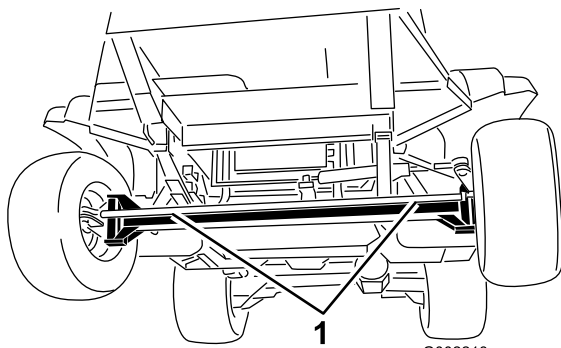
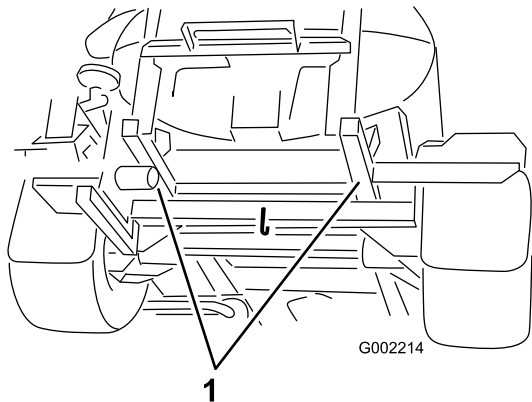

Figura 28
Figura 29
2. Conecte un cable de remolque al bastidor. Consulte los puntos de remolcado delanteros y traseros en Figura 28 y Figura 29.